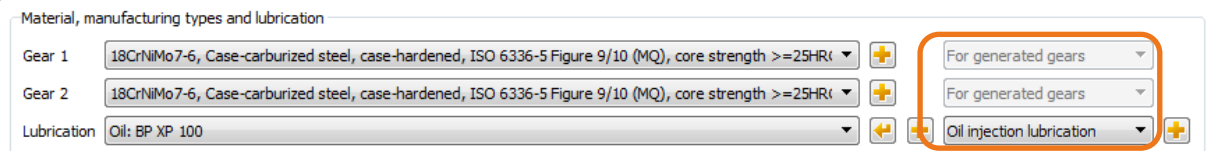

图 27. 摆线齿轮展成法
12. 在 "**Basic data**" 中，**Materials, manufacturing types and lubrication** 下自动选择 "Generating process"，因为摆线齿轮通常是展成法加工（看图 27）；